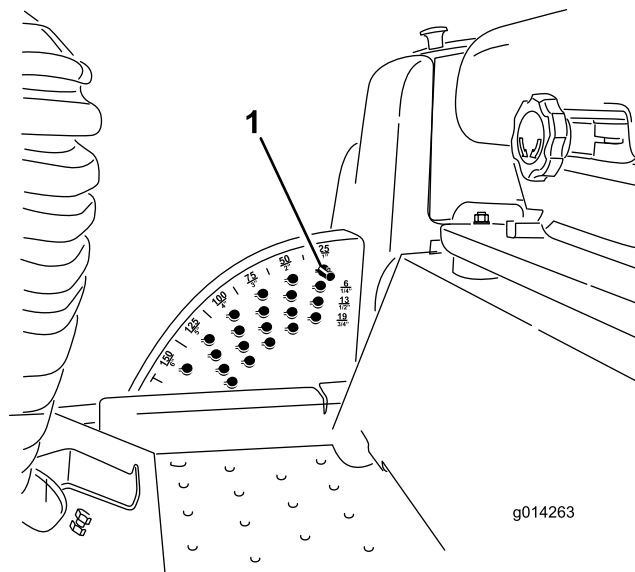

図 25
1. エンジンが回転している状態で、デッキ昇降スイッチの後側を押し、デッキが完全に上昇したら直ちにスイッチから手を離す **図 25**。
2. 刈高ピンを回して刈高設定穴のスロットとが整列したところでピンを抜き取る **図 25**。
3. 刈高ブラケットについている穴から、希望する刈高に対応する穴を見つけ、その穴にピンを通し、ピンを回してロックする (**図 25**)。
注 穴は全部で4列あります **図 25**。外周側の列は、外周部に刻印されている通りの刈り高の穴で